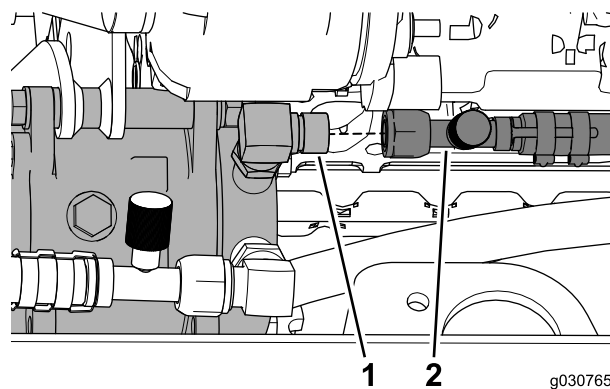

Рисунок 43
3. Подсоедините шланг высокого давления системы кондиционирования воздуха (3/4 дюйма) от кабины к прямоугольному штуцеру (3/4 дюйма), как показано на Рисунок 43.